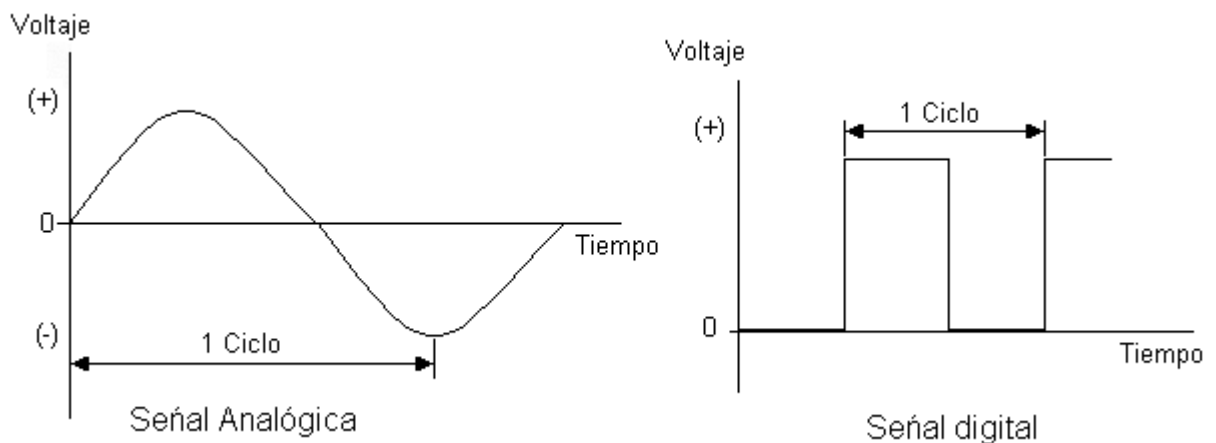

Figura A.2: Tipos de señales eléctricas
Es la forma más sencilla de señal, una señal analógica es una variación de voltaje en un período de tiempo, tal como la onda sinusoidal. Esta es el resultado de una corriente alterna producida por componentes tales como las bobinas captadoras, utilizadas como sensores de velocidad, en sistemas de encendido y en general, por todo dispositivo electromagnético. El voltaje oscila de o voltios a valores pico, en ambos sentidos, positivo y negativo, tal como se muestra en la figura A.2.
La figura A.2 muestra la señal de un circuito digital básico, esta señal es denominada “onda o señal cuadrada”, cada fluctuación indica una posición de encendido/apagado (ON/OFF), indicando que el voltaje ha sido rápidamente desconectado (OFF) y de la misma forma conectado (ON).